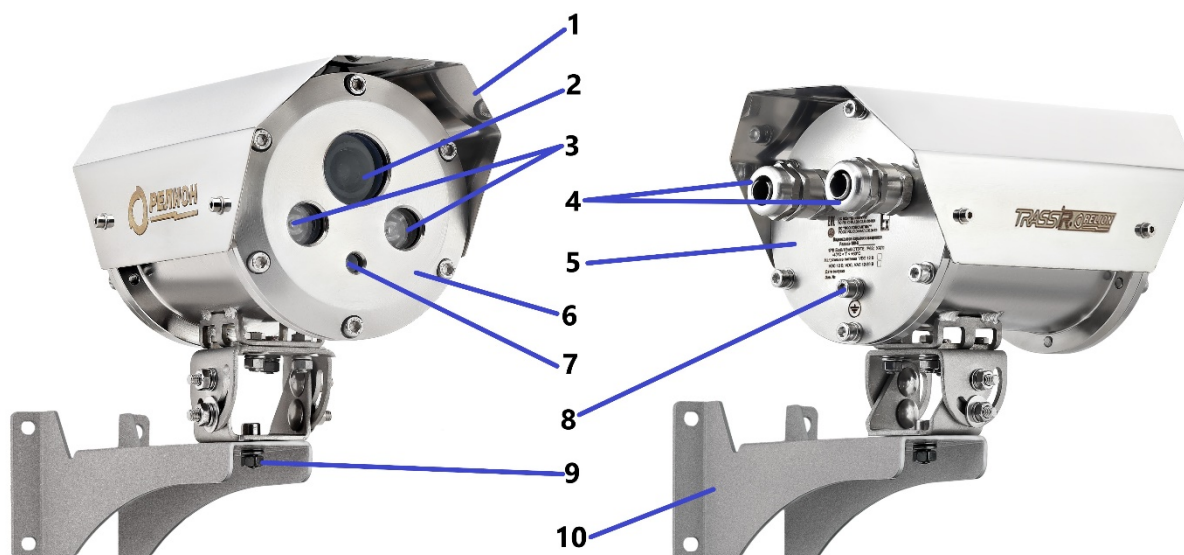

Рисунок 1 – Внешний вид видеокамеры
- Открутить винт (9) и отсоединить от видеокамеры крепежно-юстировочное устройство (10), рис. 1;
- Закрепить крепежно-юстировочное устройство (10) на установленное проектом место;
- Открутить фиксирующие винты и отделить заднюю крышку (5) от корпуса видеокамеры. Отделять заднюю крышку осторожно, чтобы не повредить провода от видеомодуля и ИК-подсветки. При повреждении провода, видеокамеру необходимо вернуть по адресу, указанному в п.4.
- Через кабельные вводы (4) завести внешние питающий и сигнальный кабели, подключить их к плате коммутации видеокамеры согласно схеме подключения, рис. Б1;
- Установить видеокамеру на крепежно-юстировочное устройство (10), включить монитор, нацелить камеру на контролируемую зону и зафиксировать винтом (9), рис. 1;